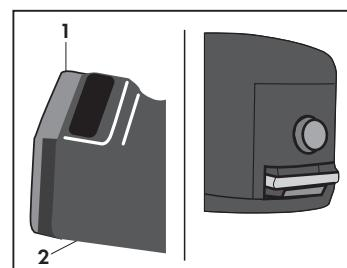

Fig. 9
- Chiudere lo sportello (1) della presa accessori (Q) sul corpo dell'attacco rapido (2) assicurandosi che i due particolari si aggancino (**Fig. 9**).